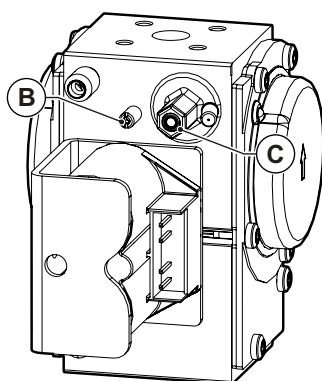
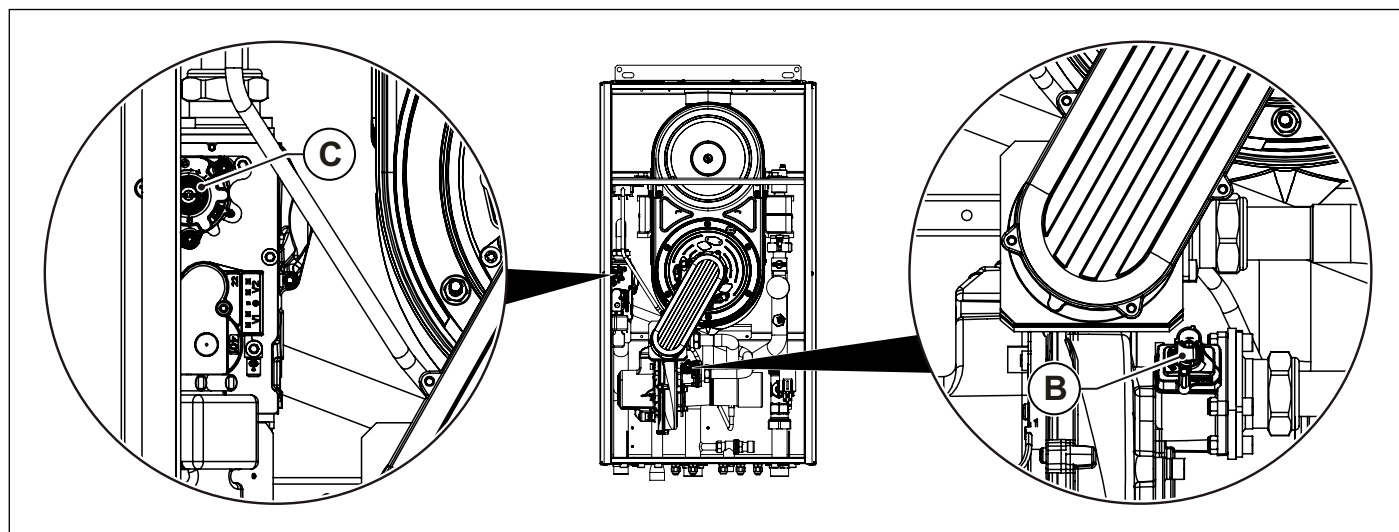

Fig. 44 Reglare valoare dioxid de carbon KR 85 - KR 120
Fig. 45 Reglare valoare dioxid de carbon KR 150
- Reglați valoarea dioxidului de carbon (CO₂) din gazele arse, rotind regulatorul de raport **B** (vezi Fig. 44 Reglare valoare dioxid de carbon KR 85 - KR 120 și Fig. 45 Reglare valoare dioxid de carbon KR 150) și asigurați-vă că reintră în limitele din Tab. 1 Date de calibrare KR 85 și a Tab. 2 Date de calibrare KR 120 și a Tab. 3 Date de calibrare KR 150.
- Reglați valoarea dioxidului de carbon (CO₂) din gazele arse, rotind regulatorul **C** (vezi Fig. 44 Reglare valoare dioxid de carbon KR 85 - KR 120 și Fig. 45 Reglare valoare dioxid de carbon KR 150) și asigurați-vă că reintră în limitele din Tab. 1 Date de calibrare KR 85 și a Tab. 2 Date de calibrare KR 120 și a Tab. 3 Date de calibrare KR 150.